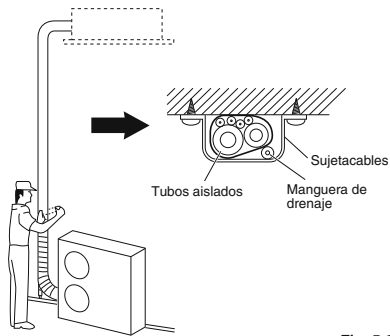

Fig. 5-9
- (1) Ahora, a los tubos de refrigerante (y el cableado eléctrico si lo permiten las regulaciones locales) se les deberá colocar la cinta conjuntamente con cinta blindada en 1 agrupamiento. Para evitar que rebese la condensación de humedad por el recipiente de drenaje, mantenga separada la manguera de drenaje de la tubería de refrigerante.
- (2) Envuelva la cinta blindada desde la parte inferior de la unidad exterior hasta la parte superior de la tubería por donde entra en la pared. A medida que envuelve la tubería, superponga la mitad de cinta a cada vuelta que dé.
- (3) Fije el grupo de tubos a la pared, empleando 1 abrazadera aproximadamente a cada metro. (Fig. 5-9)